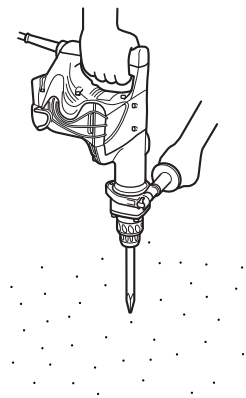

Fig. 5
2. Comment buriner ou broyer (Fig. 5)